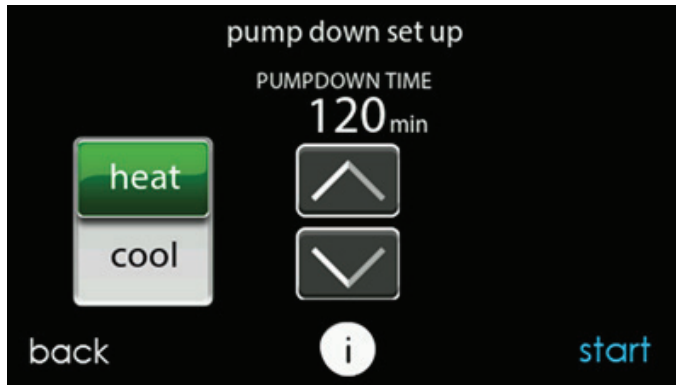

Fig. 22 – Écran de configuration d'évacuation du frigorigène
3. Sélectionnez le mode d'évacuation en mode COOL (CLIMATISATION) ou HEAT (CHAUFFAGE). Le mode climatisation permet d'isoler le frigorigène dans l'appareil extérieur. Le mode HEAT (Chauffage) permet d'isoler le frigorigène dans le serpentin intérieur et le réseau de conduites. Configurez la période désirée. La durée par défaut de cette procédure est de 120 minutes. Consultez la Fig. 22.